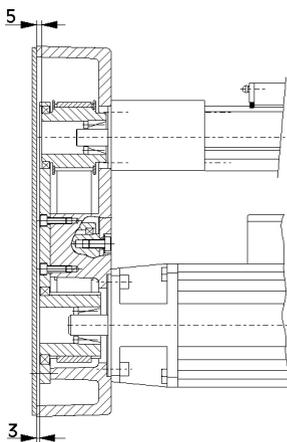

Fig. 8
3. Spingere e serrare le pulegge sincrone (4 e 5) con i calettatori DKWN (6 e 7) sui profili del motore e del modulo lineare WIESEL[®]. Per la coppia di serraggio delle viti del calettatore DKWN in base al diametro interno (vedi tabella al Capitolo 10 "Dati tecnici"). Distanza tra spigolo superiore dell'alloggiamento e puleggia sincrona 5/3 mm (vedi fig. 8).
4. Inserire la cinghia dentata (8).
5. Inserire il rullo di tensionamento (9) nell'alloggiamento e fissarlo con la vite (10) e la rondella (11).
6. Montare la lastra del cuscinetto (12) sul cuscinetto a sfere e sul rullo di tensionamento e fissarla con le viti (13).